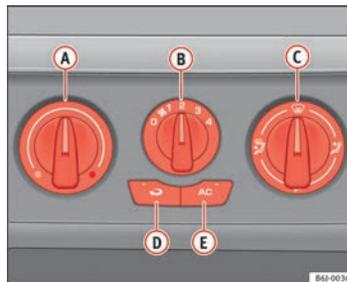

Abb. 94 In der Instrumententafel: Bedienelemente Klimaanlage
- Schalten Sie die Klimaanlage mit der Taste ⇒ Abb. 94  aus (die Kontrollleuchte in der Taste erlischt).
Im Umluftbetrieb → Abb. 94  (in der Taste leuchtet eine Kontrollleuchte auf) wird verhindert, dass starke Umweltgerüche in das Fahrzeuginnere gelangen können, die beispielsweise beim Durchfahren eines Tunnels oder in einem Stau auftreten können.